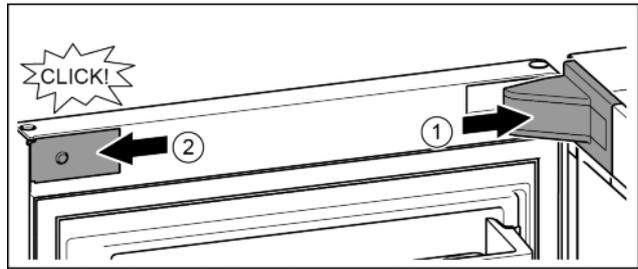

Fig. 24
- ▶ Nasadte kryt ložiskovej konzoly a zaistite, príp. opatrne roztláčajte. Fig. 24 (1)
- ▶ Zboku nasadte a zaistite kryt. Fig. 24 (2)